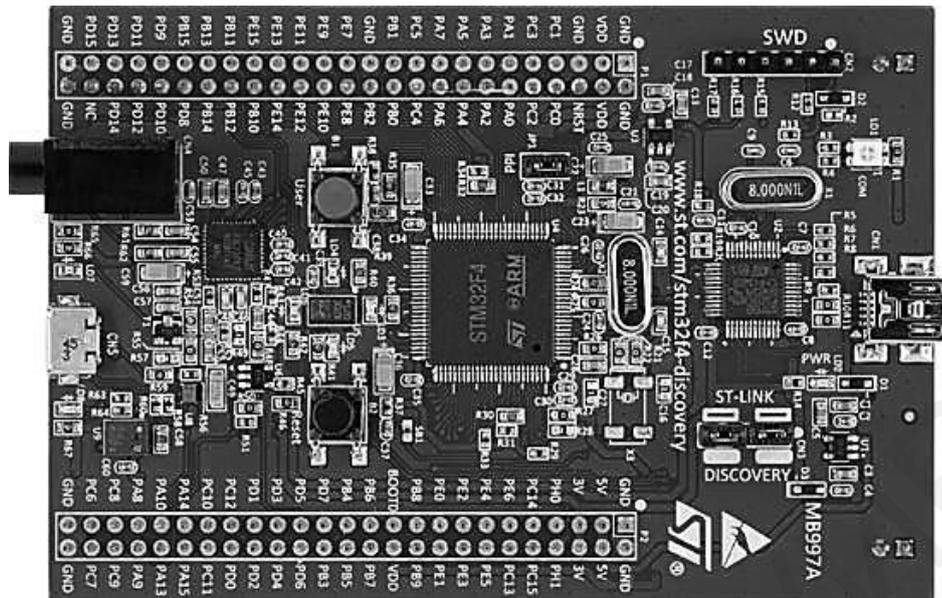

Рисунок 1.4 – Исследовательская плата STM32F4DISCOVERY
– ST-LINK USB драйвера для Windows. Они нужны для работы с платой STM32F4DISCOVERY (рисунок 1.4), чтобы можно было её прошивать и отлаживать. Скачать драйвера можно с официального сайта производителя <http://www.st.com> либо получить у преподавателя.